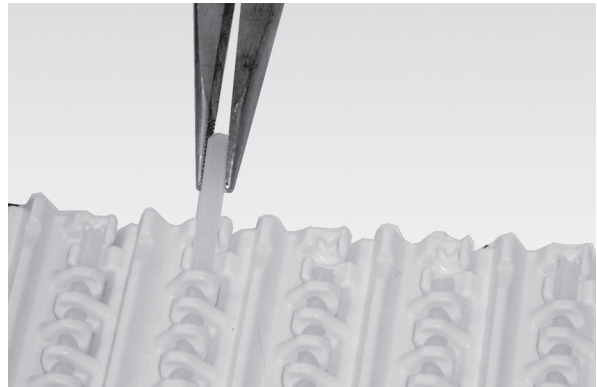

Figure 36
3. Retirez la tige de courroie en saisissant l'extrémité à l'aide de pinces et en tirant dessus (Figure 36).